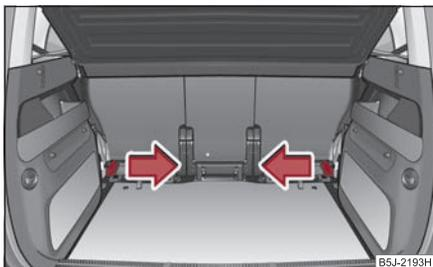

Abb. 87 Gepäckraum: Befestigungskeile herausnehmen
- Fassen Sie den Befestigungskeil ⇒ Abb. 87 und nehmen Sie diesen durch Ziehen in Pfeilrichtung heraus. Zum Ausbauen des Befestigungskeils auf der anderen Seite des Gepäckraums gehen Sie auf gleiche Weise vor.